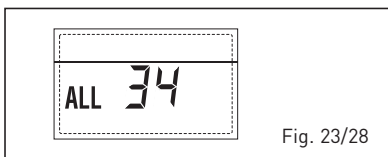

Fig. 23/28
- ANOMALIA COMUNICAZIONE SCHE-DINO RS-485 E SCHE-DINO RS-485 "ALL 35" (fig. 23/29)